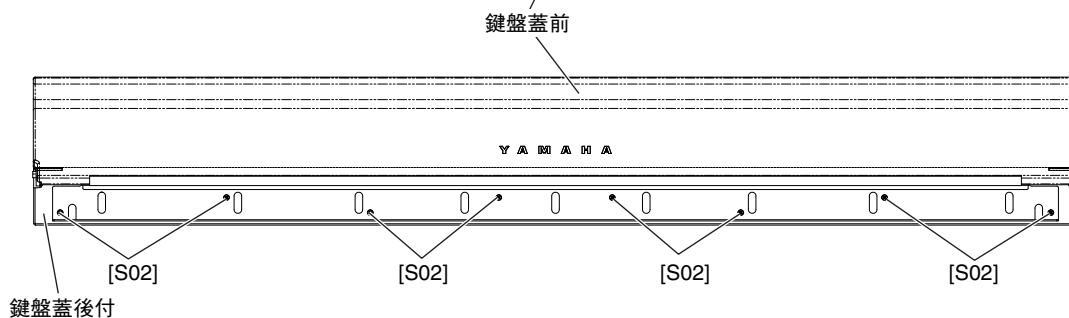

図 1
- 1) 鍵盤蓋 Ass'y の [S02] のネジ 8 本を外して、鍵盤蓋後付を外します。(図 1)
- 2) 鍵盤蓋 Ass'y にダンパー Ass'y L, R を止めている [S01] ネジ 4 本を緩めて、本体の間口寸法に合わせてダンパーの位置を調整します。(図 1)
- 3) 鍵盤蓋 Ass'y に鍵盤蓋後付を取り付け、本体に実装します。(図 1)